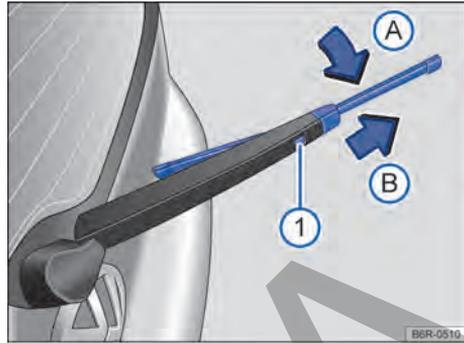

Fig. 135 Sustituir la escobilla del limpiavidrios.
- Mantenga pulsada la tecla de desbloqueo → fig. 135 ①.
- Girar la escobilla del limpiavidrio en la dirección del brazo del limpiador → fig. 135 (flecha A) y, al mismo tiempo, quitar en el sentido de la flecha B. Para ello, podrá necesitarse un esfuerzo un poco mayor.
- Introducir la nueva escobilla del limpiavidrio **del mismo tamaño y modelo** en el brazo del limpiavidrio en el sentido contrario a la flecha → fig. 135 B hasta que encaje. Para ello, el brazo del limpiador debe estar en la posición rebajada (flecha A).